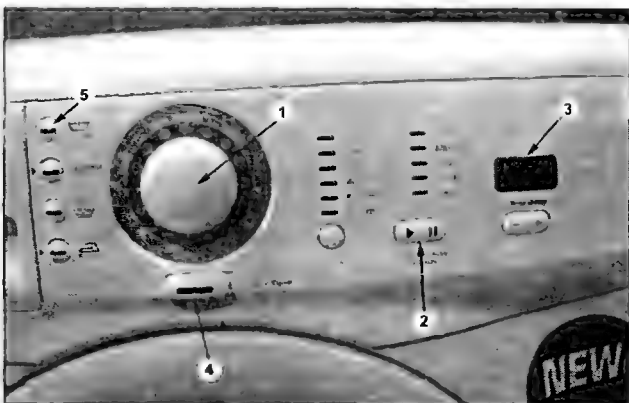
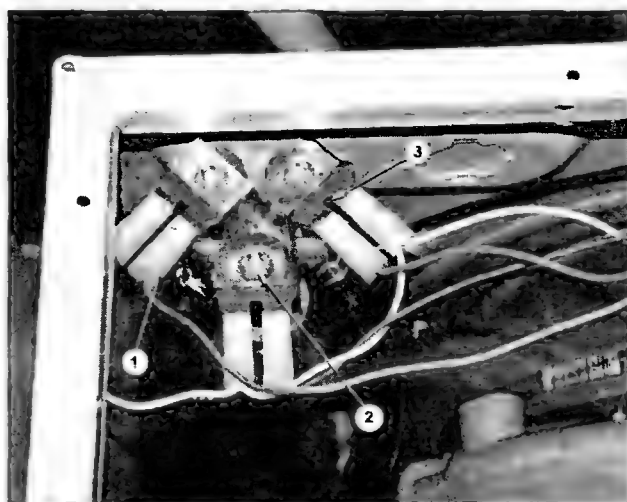
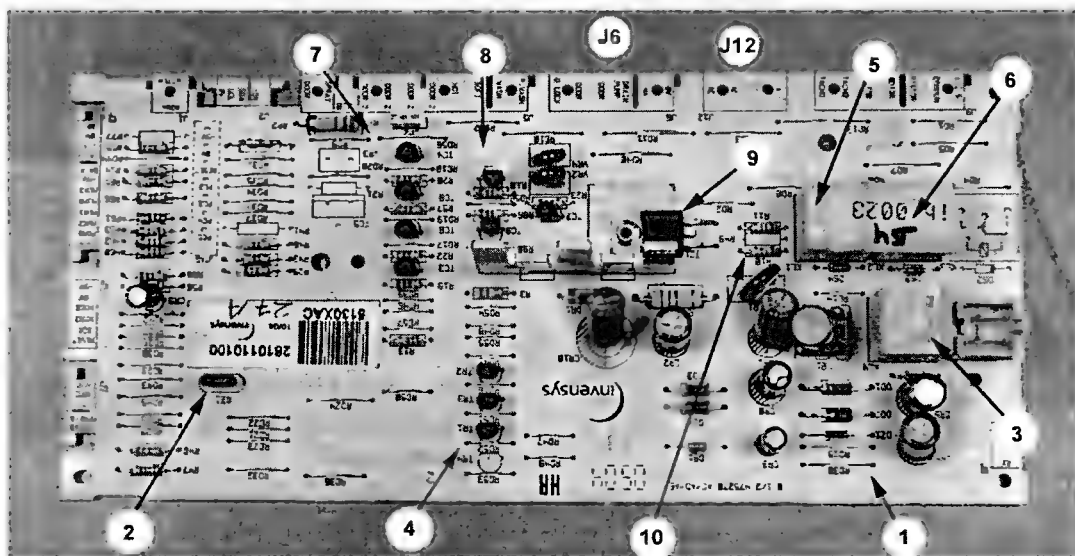

Рис.1.14.1
Рис. 1.14.2
Рис. 1.14.3
- нажимают кнопку 2 (рис. 1.14.1) — включится клапан залива воды 1 (рис. 1.14.2). После каждого последующего нажатия кнопки 2 очередность включения клапанов следующая 2—3 — все три одновременно. Вода будет поступать в бак СМ до тех пор, пока ее уровень не достигнет номинального (сработает датчик уровня);
- после очередного нажатия кнопки 2 включается залив воды сразу через все клапаны 1, 2 и 3 (рис. 1.14.2) до достижения номинального уровня воды в баке.
В большинстве случаев указанная неисправность связана с дефектом электронного контроллера (рис. 1.14.3). Перед его заменой необходимо проверить надежность контактов в соединителях J6 и J12, а также наличие постоянного напряжения 8 В на соответствующем контакте соединителя J6 (маркировка нанесена на лицевой стороне платы). Если все в норме, проверяют работоспо-
На индикаторе 3 (рис. 1.14.1) отображается код ошибки F07
Проверяют исправность ТЭНа, целостность проводников между ним и контроллером. Также проверяют реле 3 (рис. 1.14.3) и транзистор 4 управления реле (один из трех).
Проверяют реле реверса 5 и 6 (рис. 1.14.3), а также их управляющие транзисторы 4.
Работоспособность любого клапана залива воды (рис. 1.14.2) можно проверить, прозвонив его или подав на него сетевое напряжение 220 В — из клапана должен быть слышен характерный щелчок. Также проверяют соответствующие управляющие симисторы (7 на рис. 1.14.3) на электронном контроллере.
В первую очередь проверяют сам механизм блокировки люка, а затем его управляющие симисторы 8 (рис. 1.14.3) — маркировка на плате TC2 и TC9. Указанные симисторы соединены параллельно.
В первом случае проверяют сам сливной насос (подав на него сетевое напряжение 220 В) и его управляющий симистор 8 (рис. 1.14.3) — маркировка на плате ТС7, во-втором — только симистор.
В первую очередь проверяют управляющий симистор 9 (рис. 1.14.3), питание с которого поступает на ротор приводного двигателя СМ (тип симистора — ВТВ 16 500 ВВ). Если симистор неисправен, проверяют целостность щеток двигателя, в противном случае необходима замена как самого двигателя, так и платы контроллера (или симистора).
Мигание индикатора 5 (рис. 1.14.1) означает, что неправильно распределено белье в баке.
- уменьшают уровень сигнала, поступающего с тахогенератора. Для этого уменьшают номинал резистора R11 (10 на рис. 1.14.3) на плате контроллера, но не более чем на 10%. Если указанные действия не привели к устранению дефекта, заменяют контроллер.